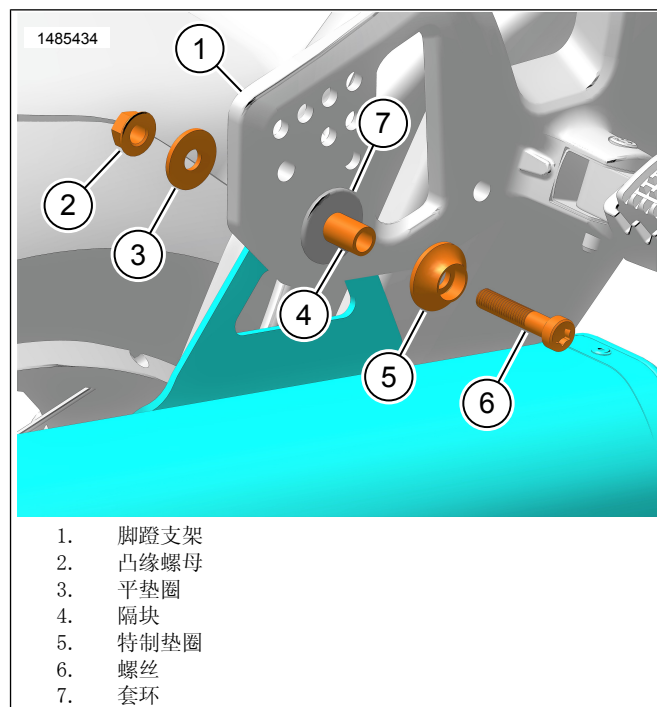

图5。消声器五金件
5. 图5将消声器支架置于乘客脚踏支架(1)后方。
10. 图5拧紧螺丝(6)。